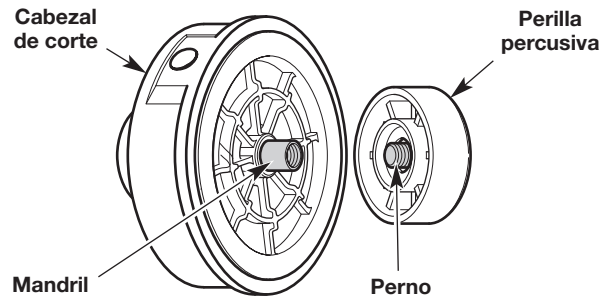

Fig. 26
1. Mantenga el cabezal de corte en su lugar (Fig. 26). Gire la perilla de impacto en el sentido de las agujas del reloj para desenroscarla del cabezal de corte (Fig. 26).
2. Inspeccione el perno que está dentro de la perilla de impacto para comprobar que se mueva libremente (Fig. 26). Reemplace la perilla de impacto si está dañada.
5. Mientras sujeta el carrete interior y la bobina exterior juntos, enrosque la perilla de impacto en sentido contrario a las agujas del reloj (Fig. 26). Ajuste firmemente la perilla de impacto.